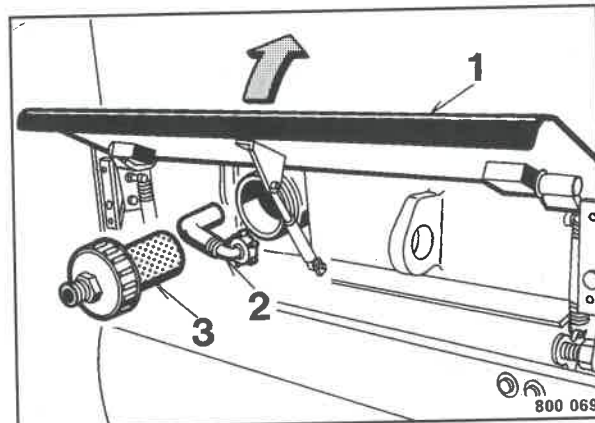

Fig. 119
- Aprire lo sportello posteriore 1 (Fig. 119).
- Svitare la ghiera (2).
- Svitare il filtro dell'acqua (3) e pulirlo.